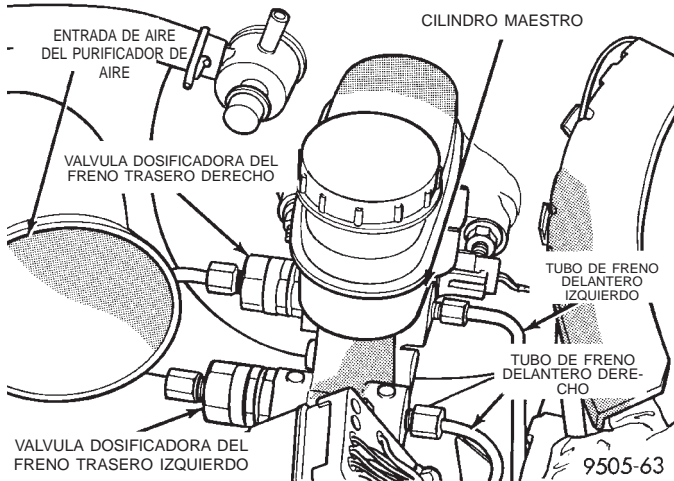

Fig. 26 Posición de la válvula dosificadora en el cilindro maestro de los vehículos sin frenos ABS
Una válvula dosificadora controla el freno trasero derecho y la otra controla el freno trasero izquierdo (Fig. 26). Por lo tanto, es fundamental realizar una prueba de carretera para determinar cuál de los frenos traseros resbala. Una vez determinada la rueda que resbala primero, utilice el siguiente procedimiento para diagnosticar la válvula dosificadora.
(1) Después de probar el vehículo en carretera para determinar cuál de las ruedas traseras presenta un resbalamiento prematuro, consulte la (Fig. 26) para determinar cuál de las válvulas dosificadoras debe probarse.
(2) Retire el tubo de freno hidráulico (Fig. 26) de la válvula dosificadora que controla la rueda trasera del vehículo que resbala prematuramente.
(3) Retire la válvula dosificadora del orificio correspondiente del cilindro maestro.